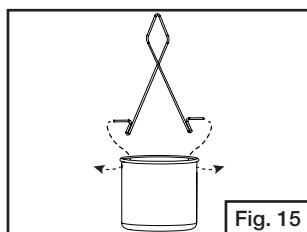

Fig. 15
- Apriete el soporte del recipiente para grasa hacia el centro y coloque el recipiente para grasa. (Fig. 15)